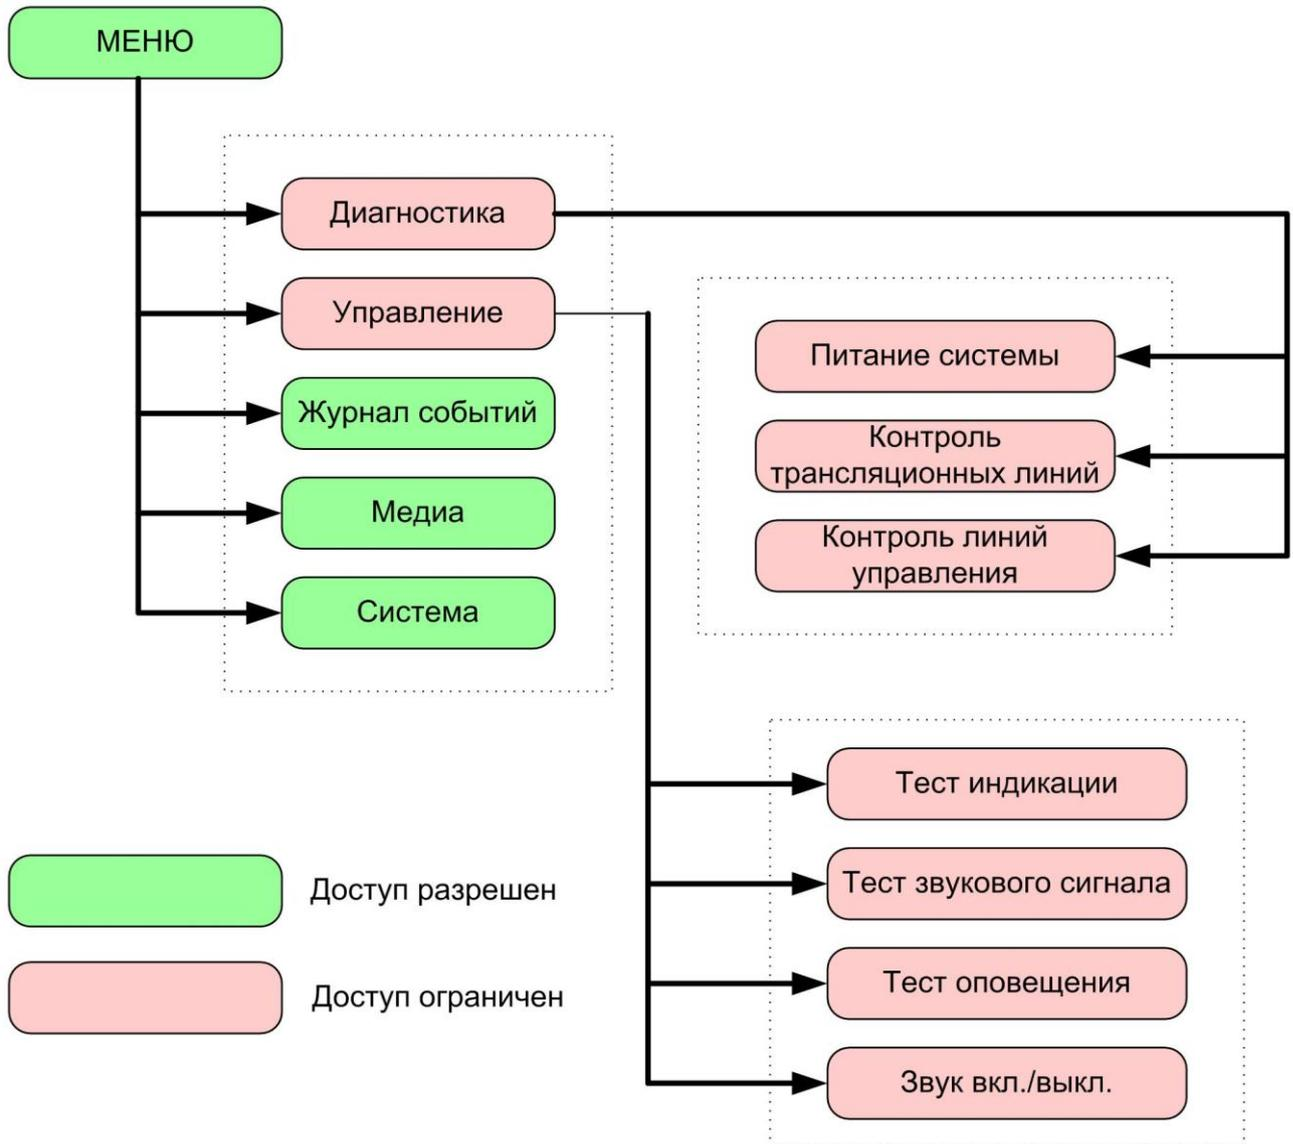

Рис. 8
Меню управления контроллером имеет два уровня доступа, регулируемых с помощью ключа (3) на передней панели прибора. Схема логического расположения разделов меню представлена на рис. 8.